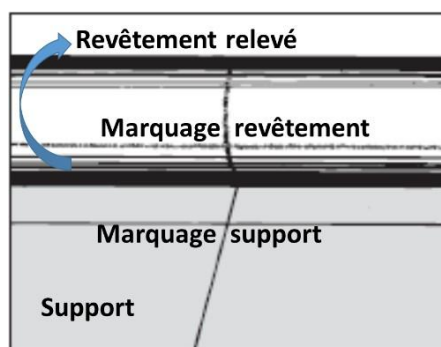

Figure 6 - Marquage pour repositionnement du sol
- Le marquage au dos du revêtement et du support permettra le repositionnement précis au cours des manipulations de revêtement (utiliser uniquement un crayon de mine – voir figure 6). Inverser les lés. Placer les lés selon les repères à joints serrés.